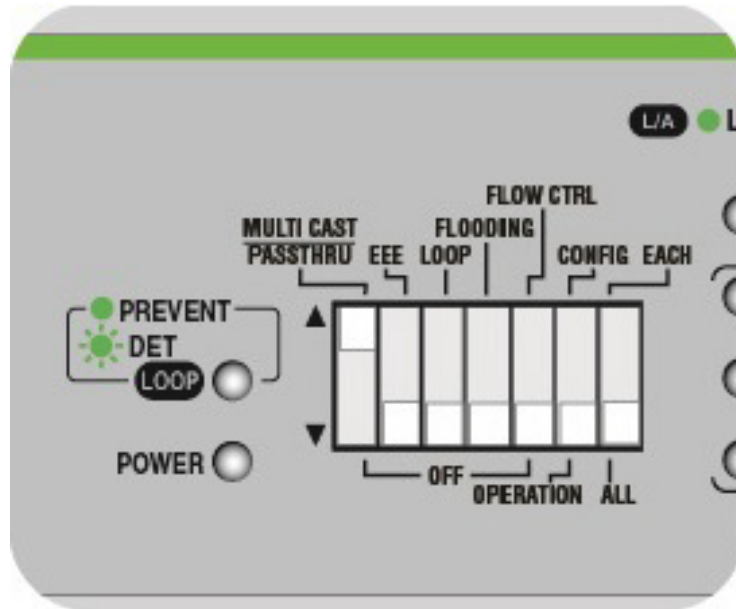

Рисунок 30. Положение DIP-переключателя для включения режима пропуска кадров многоадресной рассылки
1. Установите DIP-переключатель № 1 в верхнее положение, чтобы включить данную функцию. См. рис. 30.